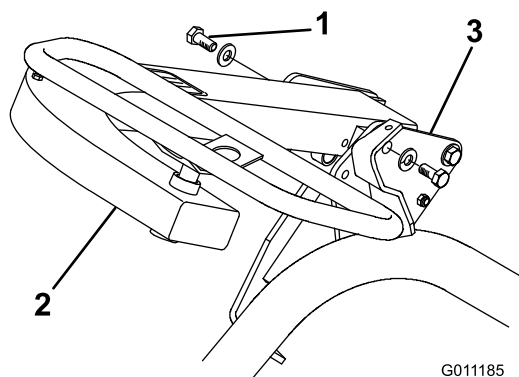

Figura 6
3. Selecione o furo de montagem que deseja para conforto do operador e prenda o braço com 2 parafusos (1/2 x 3/4 pol.) e anilhas (1/2 polegada) (uma de cada nas peças soltas) (Figura 6).